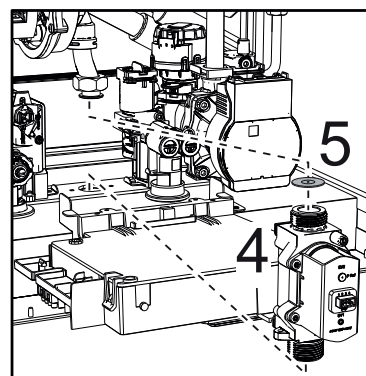

fig. 53 -
- Scoateți supapa de gaz "4" și diafragma de gaz "5" („fig. 53 -”).